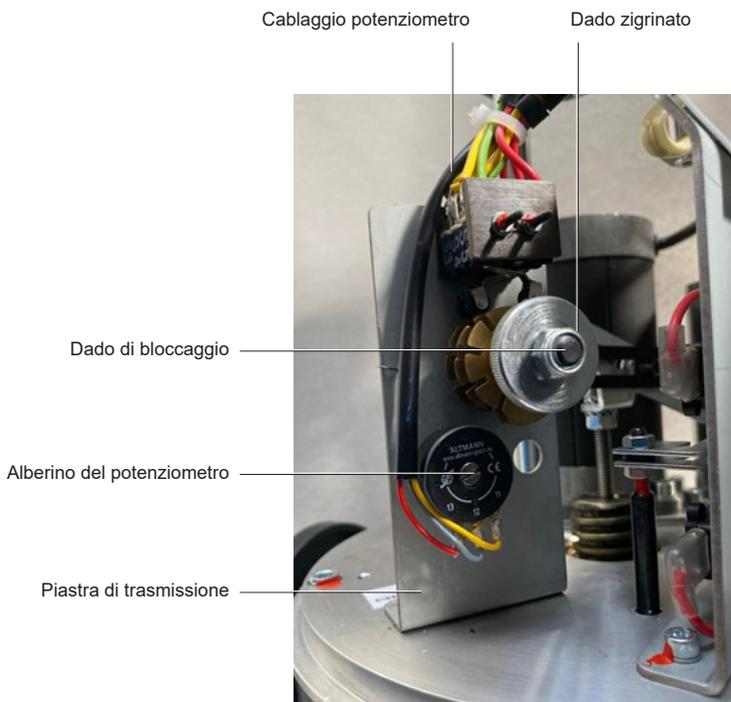

Fig. 12 Installazione e regolazione del potenziometro (8 kN+)
- Vedere la Fig. 12 "Installazione e regolazione del potenziometro (8 kN+)"